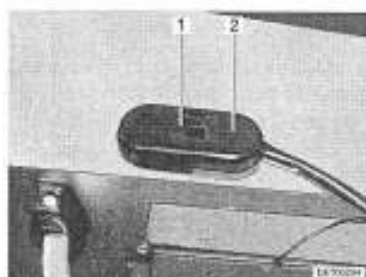

Fig. 137 Interrupteur réduction de la vitesse de rotation
L'interrupteur à curseur permet de régler la vitesse de rotation du circulateur (Fig. 137,2). Une faible vitesse de rotation réduit les bruits de fonctionnement de la pompe.
- Pousser l'interrupteur à curseur (Fig. 137,1) vers la droite. La puissance est réduite.